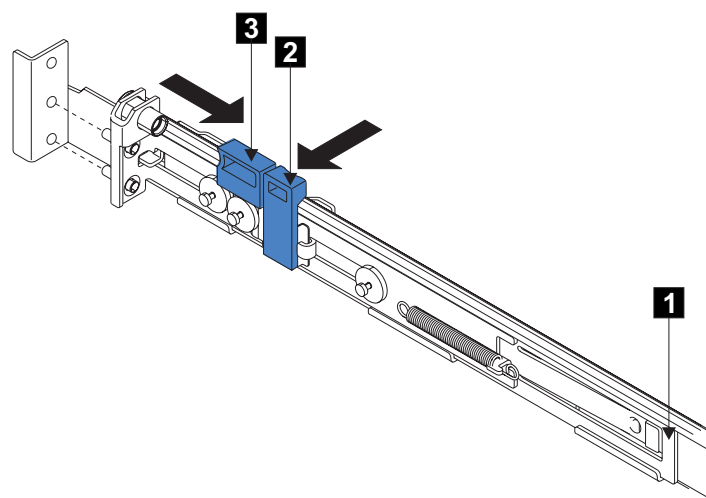

図43. 後部のラッチ・ロック・キャリア・アセンブリーを開く
5. 後方のレール・ブラケット **1** (図43) を、止まるまでレールの前面に向かって押します。これで、レールはその一番短い長さに調整されます。